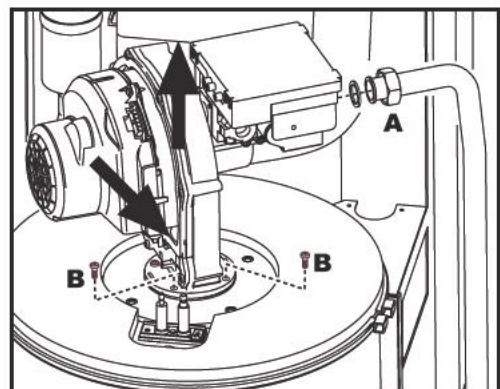
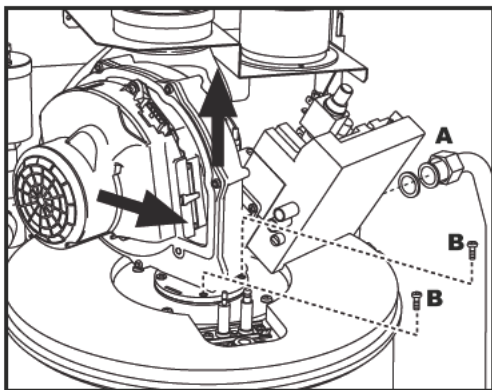

рис. 30 - Модель ENERGY TOP W 70 - W 80
рис. 31 - Модель ENERGY TOP W 125
4. Развинтите хомут "А" крепления газового клапана (рис. 30 и рис. 31).
5. Открутите два винта "В" и демонтируйте блок вентилятора, как указано на рис. 30 для модели ENERGY TOP W 70 - W 80 и на рис. 31 для модели ENERGY TOP W 125.